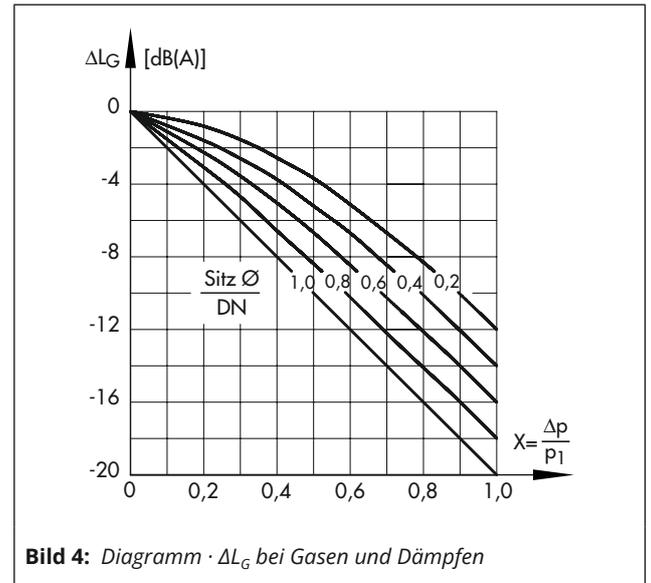

Bild 4: Diagramm ·  $\Delta L_G$  bei Gasen und Dämpfen
- $\Delta L_G$  · bei Gasen und Dämpfen: Werte entsprechend Bild 4